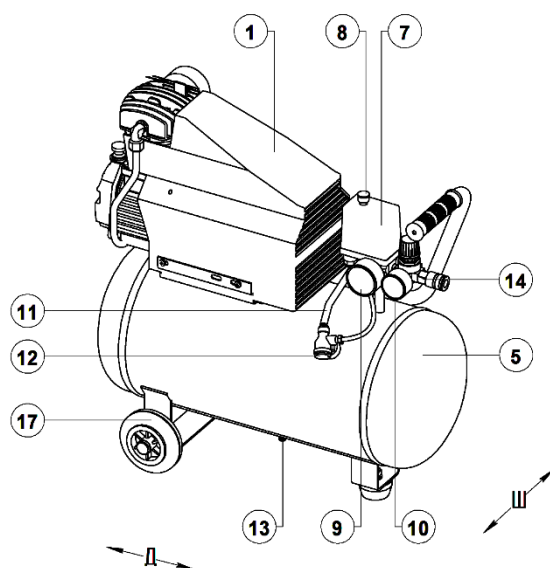

Рисунок 6 - Общий вид компрессора СБ4/С-24.Ј1047В, СБ4/С-24.Ј1048В
- Включите компрессор выключателем на реле давления. Для этого необходимо переключить выключатель в положение "I" (рисунок 6). Кнопка выключателя имеет фиксированные положения